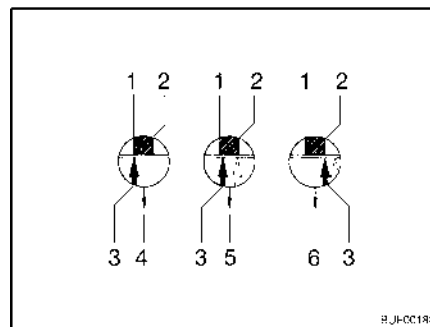

Fig. 157 Garnitures de friction
- Si la flèche se trouvant sur le disque de pression (Fig. 157,3) se trouve devant ou touche la zone témoin (Fig. 157,1), les garnitures de friction sont encore à l'état neuf (Fig. 157,4).
- Si la flèche du disque de pression se trouve dans la zone témoin (Fig. 157,1 à 2), les coupelles de friction sont légèrement usées (Fig. 157,5).
- Si la flèche du disque de pression se trouve à la fin de la zone témoin (Fig. 157,2) ou la dépasse, les coupelles de friction sont usées (Fig. 157,6).